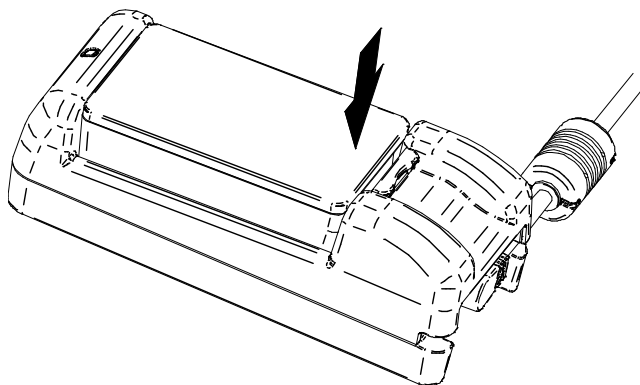

Figura 17-6 Colocación de la batería (2)
- (2) Presione la batería hasta que la pestaña "b" de la batería se bloquee en la ranura "B" del cargador de batería tal como indica la flecha en la Figura 17-6.